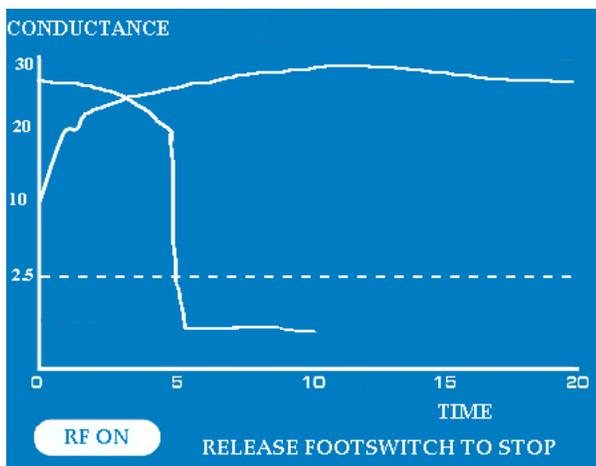

Figura 10: Nuova schermata del grafico che mostra la conduttanza indicante la modalità RF ON per i morsetti Synergy
2. Tenere premuto l'interruttore a pedale per avviare l'erogazione dell'energia RF. L'erogazione dell'energia RF termina quando si rilascia il pedale o alla scadenza dell'intervallo di 40 secondi continui di erogazione di energia. Il display dell'unità ASU indica che il generatore si trova in modalità RF ON (fare riferimento alla **Figura 10**). L'indicatore RF ON sul pannello anteriore dell'ASU si illumina di colore blu.
utilizza una scala di 20 secondi. Il generatore utilizza le misurazioni della conduttanza per determinare se la condizione della transmuralità è stata raggiunta o meno. Se la condizione di transmuralità non viene raggiunta entro i 20 secondi indicati sul grafico di visualizzazione della conduttanza del tessuto, il grafico passa a una seconda schermata e visualizza una continuazione della conduttanza per un massimo di altri 20 secondi (fare riferimento alla **Figura 10**).